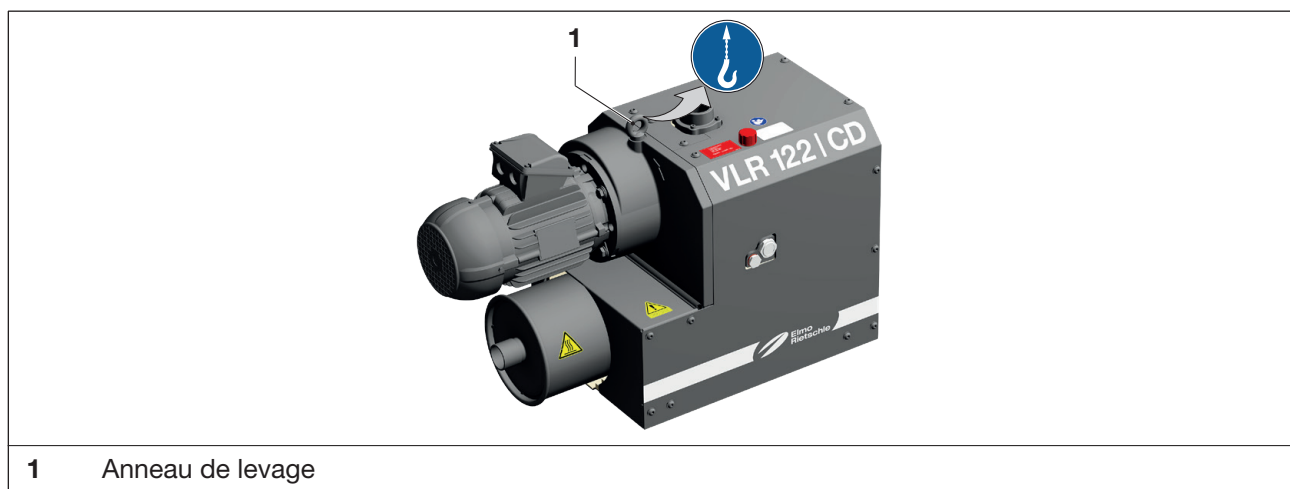

Fig. 1 Moyen de levage de la charge pour le levage et le transport
- b) Serrez l'anneau de levage (Fig. 1/1) sur l'unité principale.